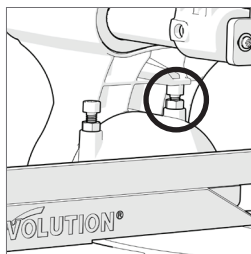

Fig. 14
- Desserrer l'écrou de fixation de la vis de réglage pour l'angle d'inclinaison. (Fig. 14)